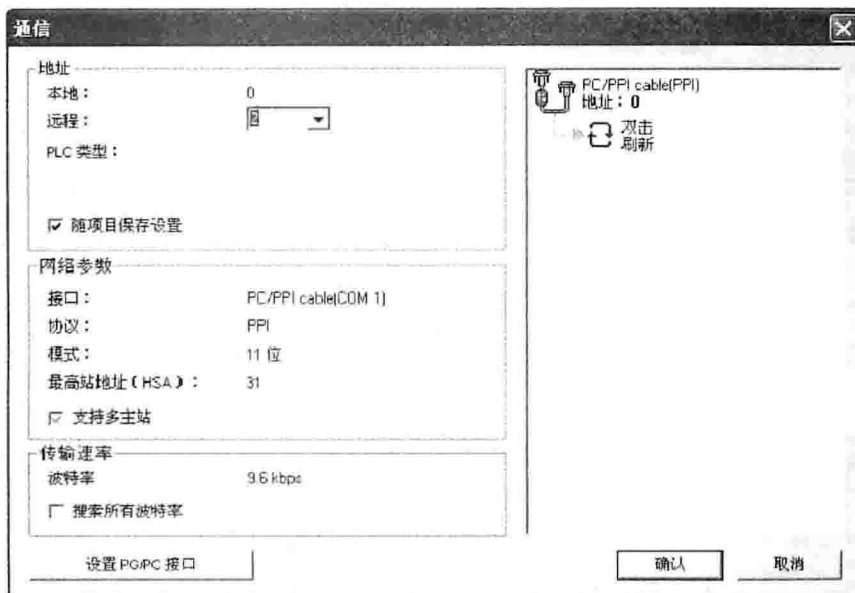
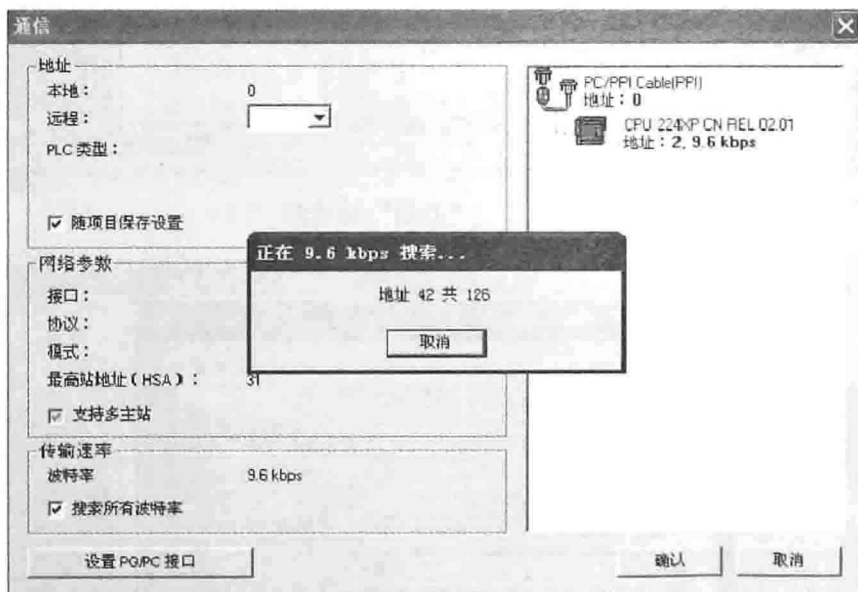

图 1-15 “通信”对话框
图 1-19 自动寻找连接的 PLC
(4) 单击“通信”图标，弹出“通信”对话框，如图 1-15 所示。
(8) 然后一直单击“确定”按钮，返回图 1-15 所示的“通信”对话框，勾选“搜索所有波特率”复选框，然后双击“双击刷新”选项，即可自动寻找连接的 PLC，如图 1-19 所示。